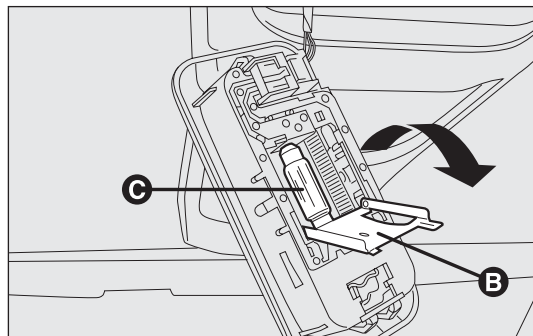

рис. 176
- откройте защитную крышку В – рис. 176;